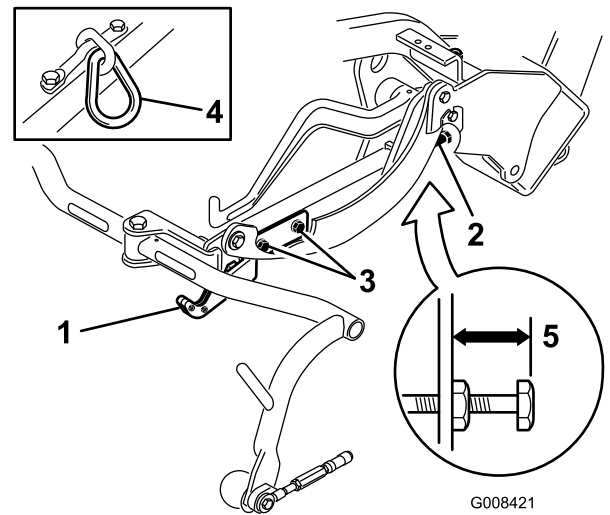
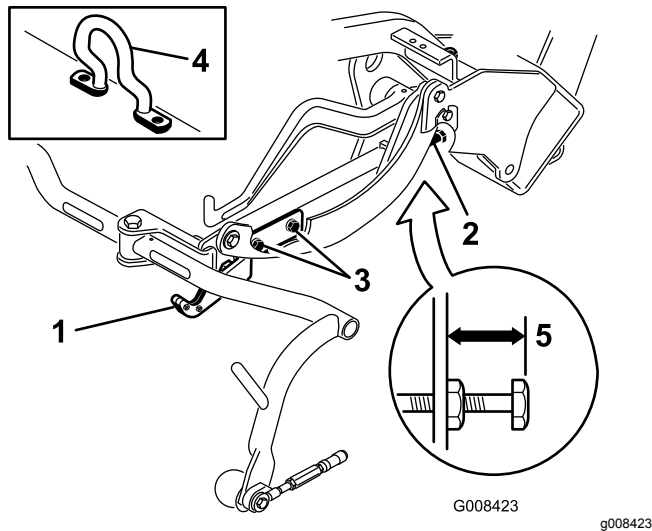
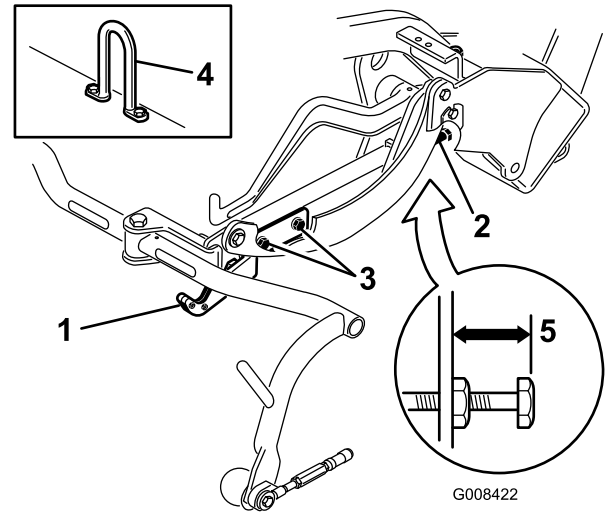

図 13
図 12
図 14
移動走行時の高さを調べ 図 13と図 14、必要に応じて調整する。
2. オフセット吊り下げフック 図 12、挿入 図 のついているカッティングユニットでは、キャリアフレーム調整ねじの上端からキャリアフレームの背面までの距離が 25 mm になっていることを確認する。距離が 25 mm でない場合には手順 4 へ進む。
3. チェーンリンクまたはストレートリフトフック 図 13と図 14、挿入 図 のついているカッティングユニットでは、キャリアフレーム調整ねじの上端からキャリアフレームの背面までの距離が 22 mm になっていることを確認する。距離が 22 mm でない場合には手順 4 へ進む。オフセットリフトリンク 図 12 のついているカッティングユニットの場合は、次のステップに進む。
4. 移動走行プレート取り付けねじをゆるめる 図 13と図 14と図 12。
7. キャリアフレームの高さが同じでない場合には、キャリアフレーム調整ねじについているジャムナットをゆるめる 図 12と 図 13と 図 14。高くするにはねじを外方向にまわし、低くするには内方向にまわす。調整ができればジャムナットを締めて調整を固定する。